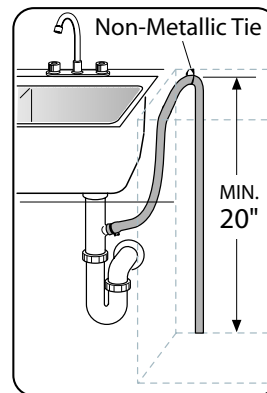

Ilustración 8
- 1 Directamente a la conexión de desagüe de la lavadora de platos debajo del fregadero, como se muestra en la Ilustración 8.